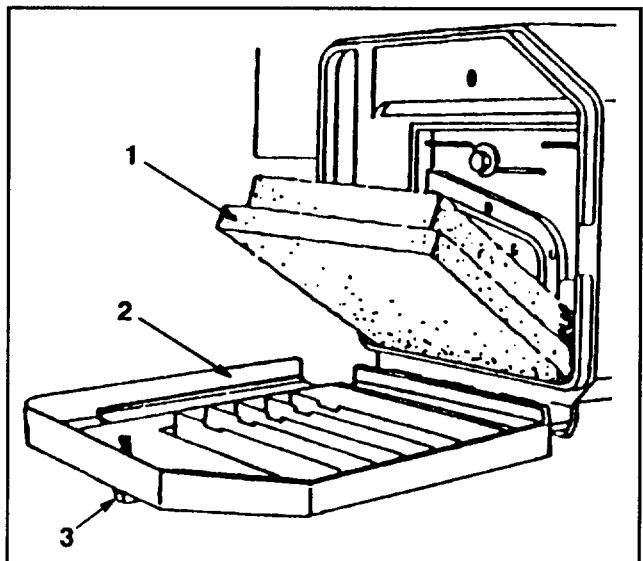

Abbildung 15
- Den Knopf, der den Luftfilterdeckel am Motor festhält, drehen, bis sich der Deckel entfernen lässt (Abb. 15).
- Falls Schaumstoffelement verschmutzt ist, dieses aus dem Luftfilter herausnehmen (Abb. 15). Sorgfältig reinigen.